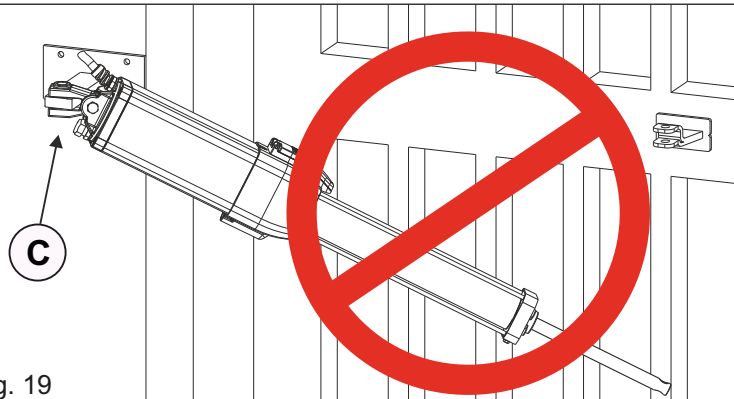

Fig. 19
**No incline el operador más allá del ángulo permitido por la horquilla oscilante «C» - Fig. 19**